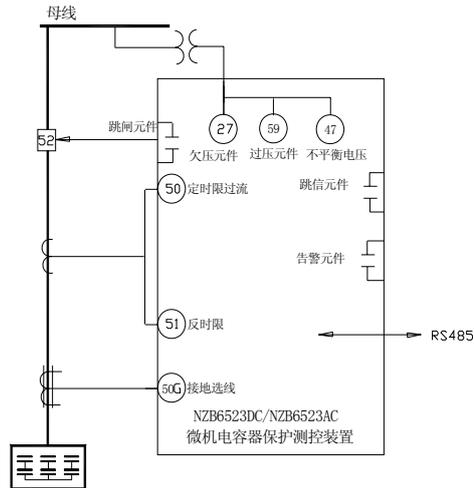

图3: NZB6523DC/ NZB6523AC功能配置图
1.3.3 NZB6523DC/ NZB6523AC微机电容器保护装置，功能配置见图3